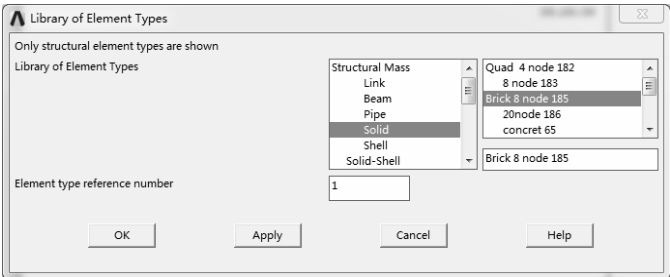

图 6-46 “Library of Element Types”对话框
2)单击“Add...”按钮，弹出“Library of Element Types”对话框，在左边的列表中选择“Solid”选项，选择实体单元类型，然后在右边列表中选择“Brick 8node 185”单元，如图 6-46 所示。单击“Library of Element Types”对话框的“OK”按钮，返回“Element Types”对话框。